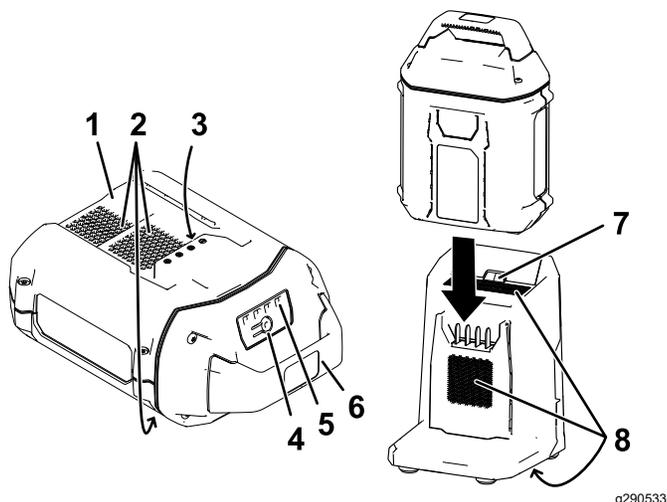

Figura 23
2. Alinhe a cavidade na bateria (Figura 23) com o ressalto no carregador.
3. Deslize a bateria para o carregador até que fique totalmente encaixada (Figura 23).